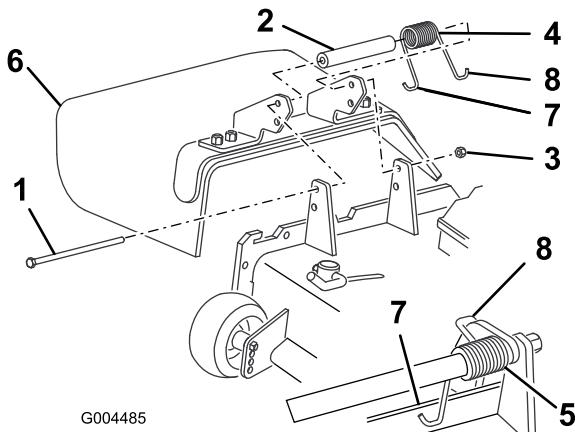

Рисунок 71
- Снимите контргайку, болт пружину и проставку, удерживающие отражатель на кронштейнах поворота (Рисунок 71). Снимите поврежденный или изношенный отражатель травы.
3. Установите проставку и пружину между кронштейнами нового отражателя травы (Рисунок 71). Поместите левый зацеп пружины в форме буквы J за край деки перед установкой болта.
Примечание: Убедитесь в том, что левый зацеп пружины в форме буквы J установлен за край деки перед установкой болта, как показано на Рисунок 71.
4. Установите болт и гайку. Поместите правый зацеп пружины в форме буквы J вокруг отражателя травы (Рисунок 71).